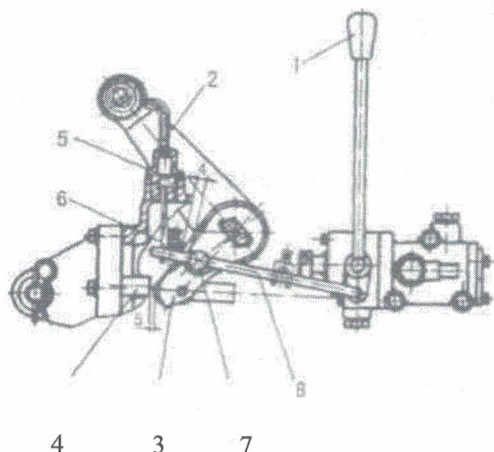

Рис. 3-20. Регулирование положения подъема
1) Регулирование положения максимального подъема (рис. 3-20).
Поставьте регулировочный рычаг в нейтральную позицию, как показано на рис.3-20. Проворачивайте подъемный рычаг (2) вверх, пока зазор между концом внутреннего подъемного рычага (3) и стопорного штифта (4) не станет равным 5 мм (регулируйте зазор толщиной стальной прокладки, вставленной в отверстие винта сброса давления). Зазор между стопорной колодкой (6) и стопорным штифтом должен составлять 9-10 мм. Затем зафиксируйте стопорной блок на возвратном толкателе (8) при помощи болта и гайки.